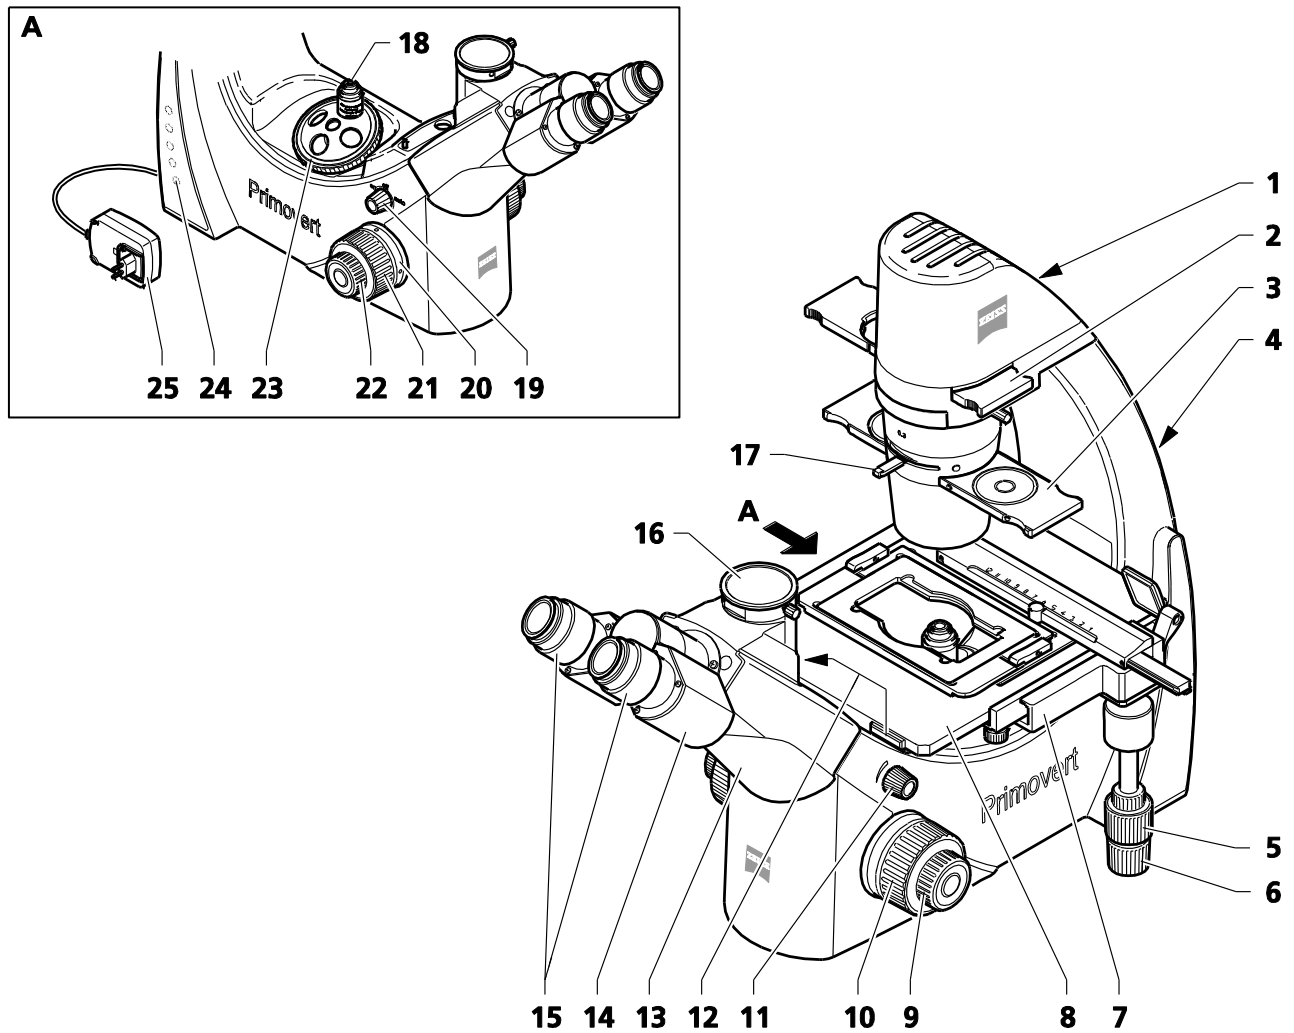

Fig. 11 Éléments opérationnels de Primovert avec tube binoculaire, ergotube et phototube
Légende de la Fig. 11 :
- Régler l'intensité d'éclairage souhaitée à l'aide du bouton rotatif (Fig. 11/11).
L'intensité sélectionnée est indiquée en cinq étapes par les diodes électroluminescentes bleues (Fig. 11/24) disposées des deux côtés du support.
- Le couple de serrage du tambour de mise au point rapide est réglé en usine et peut être ajusté de nouveau si nécessaire. Pour ce faire, insérer un tournevis dans l'un des quatre trous de la bague disposés radialement (Fig. 11/20), maintenir le tambour de mise au point rapide (Fig. 11/21) en position et tourner l'anneau avec le tournevis vers la droite ou la gauche afin de régler le couple du tambour de mise au point rapide au niveau souhaité.